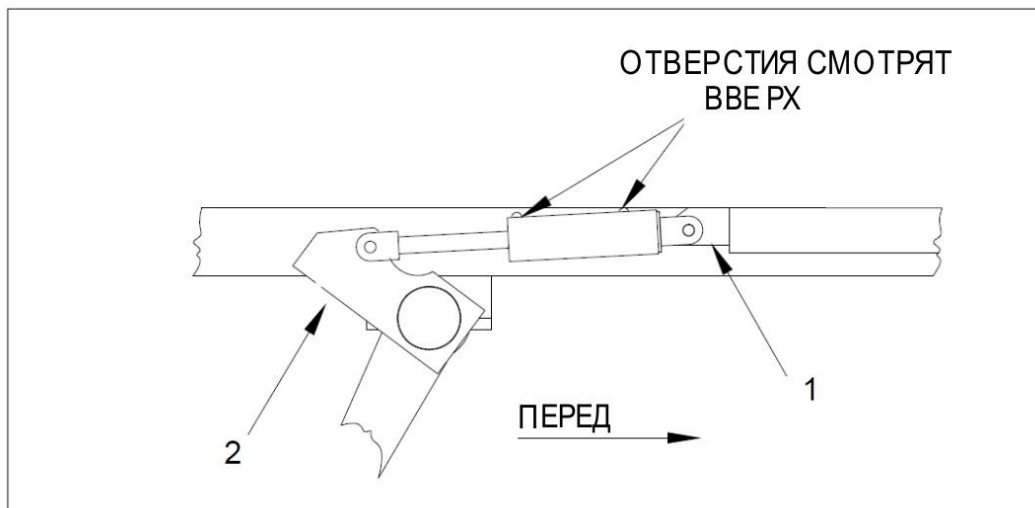

Рис. 3 Установка гидроцилиндра
5. Установить гидравлический цилиндр (рис. 3). Прикрепить торец корпуса к пластине 1. Установить корпус цилиндра таким образом, чтобы гидровходы были обращены вверх. Присоединить шток гидроцилиндра к кронштейну 2 моста. Зашплинтовать каждую ось шплинтами.